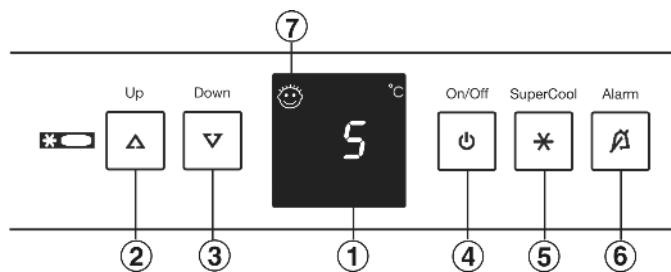

Fig. 2
- нажмите кнопку On/Off Fig. 2 (4).
- Активация режима настройки: удерживайте кнопку SuperCool Fig. 2 (5) прибл. 5 секунд.
- Кнопкой настройки Up Fig. 2 (2) и кнопкой настройки Down Fig. 2 (3) выберите  $\text{h}$ .
- Подтвердить: Коротко нажмите кнопку SuperCool Fig. 2 (5).
- Увеличение яркости индикации: нажмите кнопку настройки Up Fig. 2 (2).
- Уменьшение яркости индикации: нажмите кнопку настройки Down Fig. 2 (3).
- Подтвердить: нажмите кнопку SuperCool Fig. 2 (5).
- Выход из режима настройки: нажмите кнопку On/Off Fig. 2 (4).